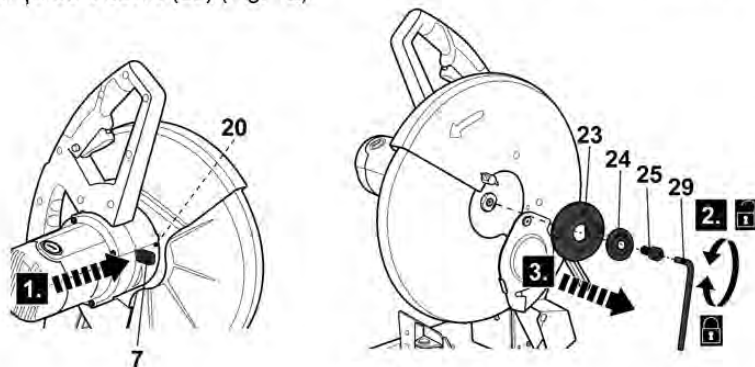

Fig. 12
> În timp ce țineți butonul de blocare al arborelui (7) în poziție, slăbiți șurubul de blocare (25) cu cheia hexagonală (29) și îndepărtați-l împreună cu șaiba (24) și flanșa de blocare (23) (Fig. 12).